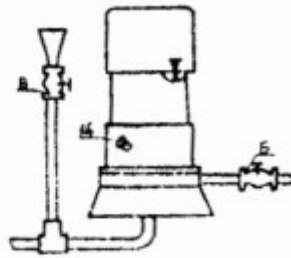
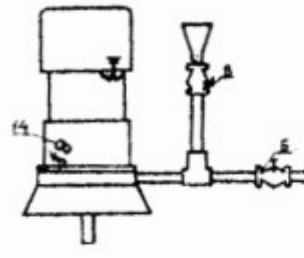

Рис. 6
Рис. 7
6.7. Рекомендуемые схемы заливки электронасоса перед запуском приведены на рис. 6 и 7. Предпочтение отдается схеме заливки, указанной на рис. 7, т.к. исключен подсос воздуха через воронку. При использовании схемы заливки (рис. 6) необходимо учесть, что электронасос мгновенно прекратит подачу воды. Воронка должна иметь резьбу для ввертывания в заливной вентиль.